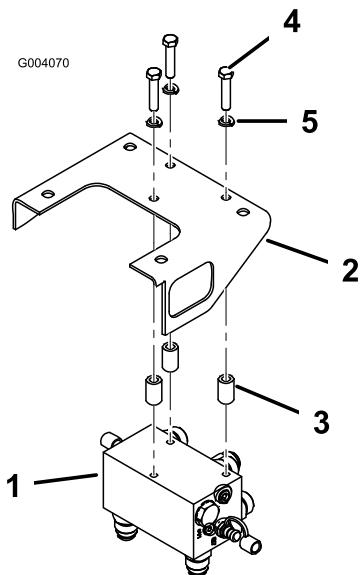

Figura 5
- Monte o conjunto do coletor na estrutura inferior do coletor com 3 parafusos ($\frac{3}{8}$ pol. x $1\frac{3}{4}$ pol.), anilhas de segurança ($\frac{3}{8}$ pol.) e espaçadores. Posicione os espaçadores entre a estrutura e o topo do coletor. O coletor deve ser posicionado para que os encaixes apontem para a traseira e para baixo (Figura 5).